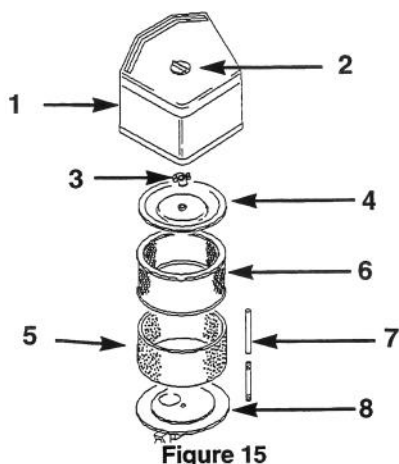

Figure 15
3. Nettoyer la surface autour du filtre à air pour éliminer les saletés qui pourraient tomber dans le moteur et l'endommager. Déposer le bouton et le couvercle du filtre à air (Fig. 15).
4. Retirer l'élément en mousse de l'élément en papier avec précaution (Fig. 15).
1. Glisser avec précaution l'élément en mousse sur l'élément en papier du filtre à air (Fig. 15).
2. Glisser l'ensemble filtre à air et couvercle sur la longue tige, puis serrer l'écrou du couvercle à la main contre le couvercle (Fig. 15).
3. Poser le couvercle et le bouton du filtre à air (Fig. 15). Serrer le bouton à fond.